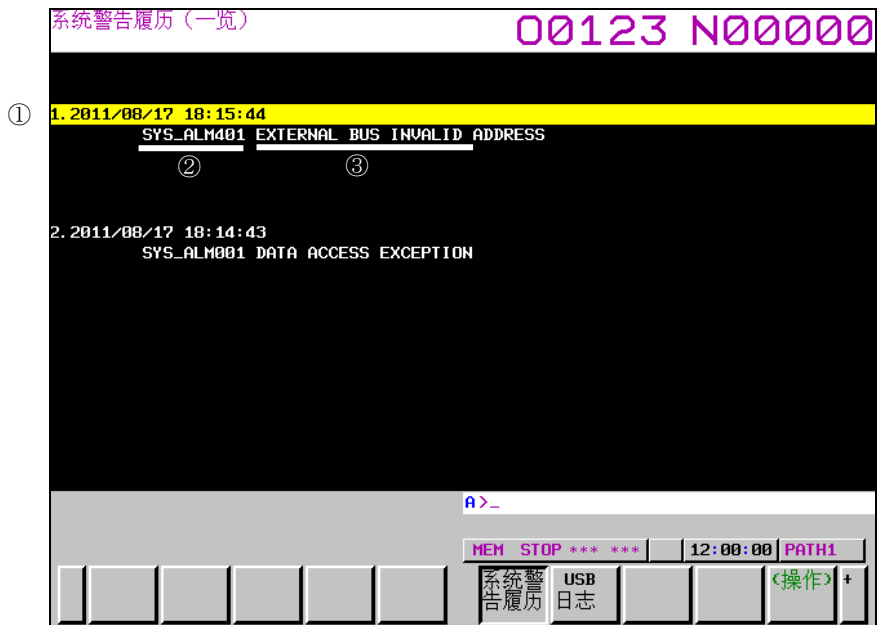

图1.13.1 (a) 系统警告履历一览画面
系统警告履历一览画面上，如图 1.13.1 (a)所示显示现在记录的系统警告履历的一览。
- 4 显示如图 1.13.1 (a)所示的系统警告履历一览画面。